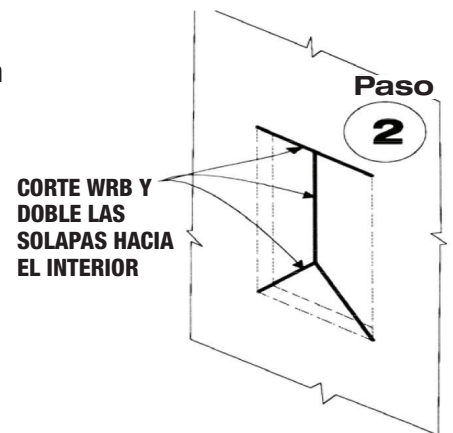

Figura 3 Instale la WRB y corte en la abertura.
Paso 2. Aplique la WRB continua por toda la abertura rugosa preparada. Corte la WRB en la abertura rugosa en un patrón en T modificado. Doble la WRB en la abertura rugosa preparada hacia los lados y la parte inferior (ver la Figura 3).